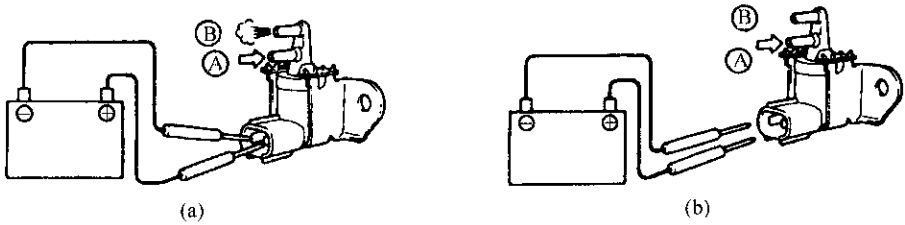

图 10-93 检查 VSV 中真空电路的导通性
(2) 通过向管内吹入压缩空气的方法检查 VSV 中真空电路的导通性。
①将 VSV 端子与电瓶端子相连，如图 10-93 (a) 示。
②从管“A”吹入空气，检查空气是否从管“B”流出。
③拆开电瓶引线。
④从管“A”吹入空气，检查空气是否从管“B”流出。如发现问题，更换 VSV。
(3) 检查是否短路。